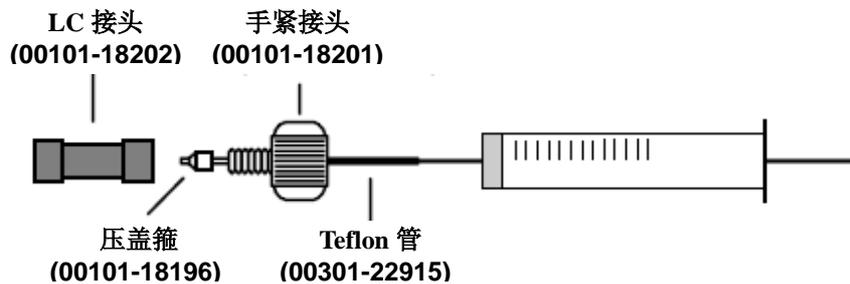

图 2-2.注射器和注射器接头组件
3. 将注射器针头插入注射器接头组件上的Teflon®管中，见图2-2。